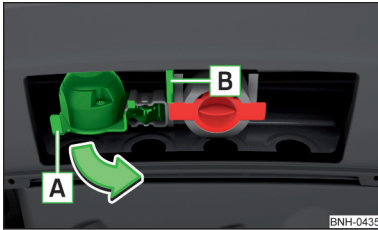

Abb. 148
- › Die 13-polige Steckdose am Griff **A** fassen und in Pfeilrichtung ausschwenken » Abb. 148.